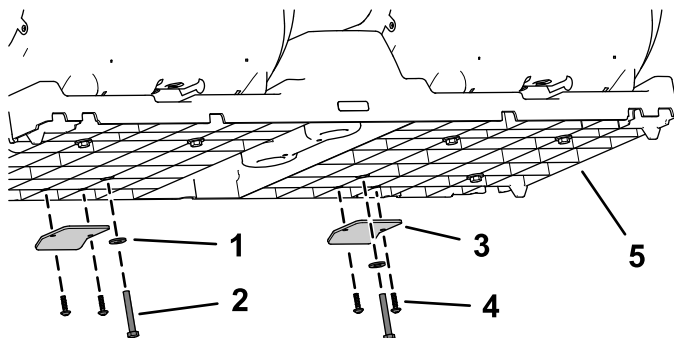

图4
- 从座椅固定支架上拧下 4 个梅花头螺丝以及最靠近每个支架处的 2 个凸缘头螺栓和 2 个垫圈 图4。
- 从座椅底座组件卸下 2 个座椅固定支架 图4。